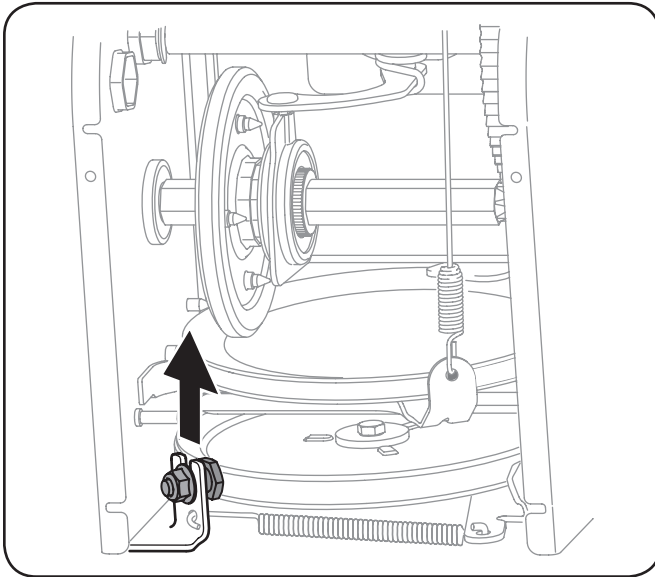

Figura 7-5
7. Afloje y retire el tornillo con reborde que actúa como guardacorrea. Vea la Figura 7-5.